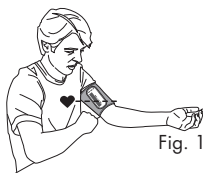

Fig. 1
Para determinar el tamaño adecuado del brazalete, mida la circunferencia de la parte superior de su brazo izquierdo en el punto medio entre el pliegue del codo y el hombro, Fig. 1. Si su brazo está fuera de este rango, es posible que este dispositivo no sea adecuado para usted y sus resultados podrían ser inexactos.
1. Apoye el codo en una superficie plana con la palma de la mano hacia arriba. Eleve su brazo de manera que el brazalete quede a la misma altura de su corazón, Fig. 1. Verifique que el brazalete esté elevado a la altura correcta; puede optar por sostener la mano con una toalla doblada o un libro. Relaje su mano izquierda.